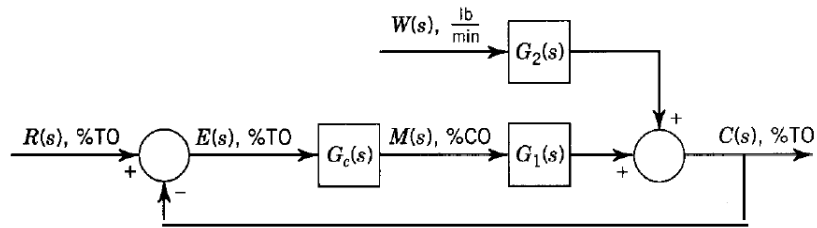

Figura 6: Diagrama de blocos.
7. Uma malha de controle por realimentação é representada pelo diagrama de blocos da Figura 6. O processo pode ser representado por um atraso de primeira ordem e o controlador é proporcional-integral (PI):